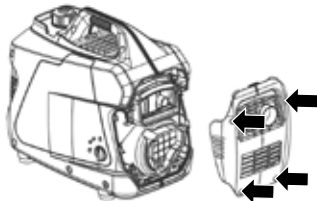

Figura 19: Retire los tornillos que sostienen la cubierta del silenciador
3. Quite los tornillos que sujetan la cubierta del silenciador en su lugar (consulte la Figura 19).